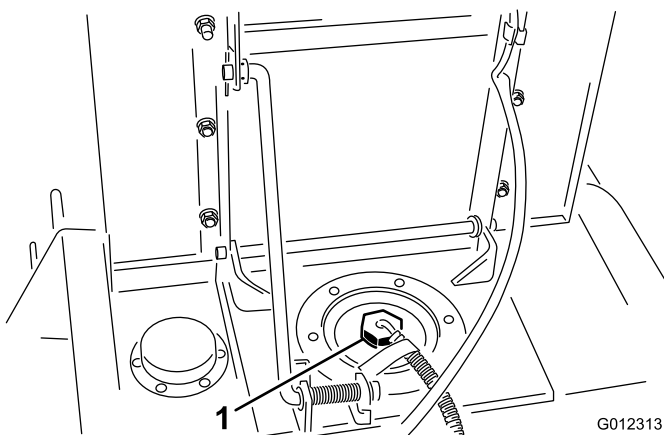

図 15
- B. タンク・カバーの周囲を丁寧に清掃する (図 15)